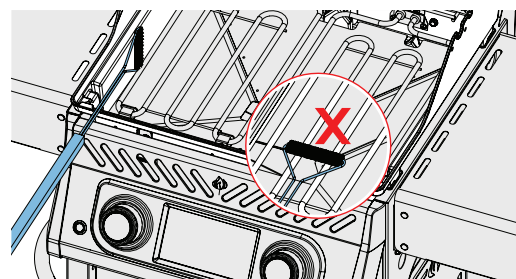

Fig. 7
2. Utilizzare una spazzola in filo di ottone morbido per pulire i detriti sciolti. Spazzolare tutti i detriti dall'interno dell'apparecchio nella vaschetta di raccolta rimovibile. **NON** utilizzare la spazzola sui bruciatori elettrici. (Fig. 7)